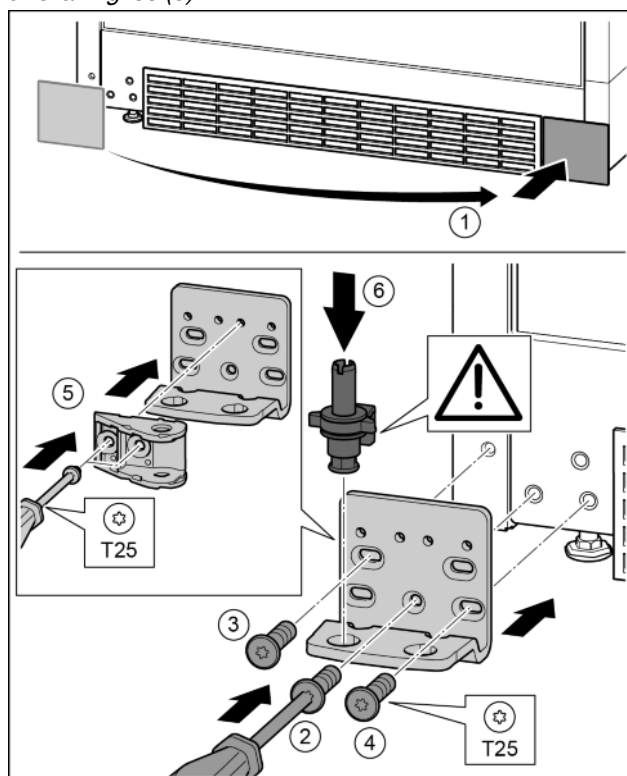

Fig. 36
- ▶ Sejměte kryt a připevněte jej na druhé straně. Fig. 36 (1)
- ▶ Nasadíte stojan ložiska na druhé straně a přišroubujte pomocí šroubováku T25. Začněte šroubem 2 dole uprostřed. Fig. 36 (2)
- ▶ Pevně utáhněte šroub 3 a 4. Fig. 36 (3, 4)
- ▶ Spojení tlumiče zavírání otočte o 180°. Šroubovákem T25 přišroubujte na druhé straně stojanu ložiska. Fig. 36 (5)
- Zcela vložte ložiskový čep. Přitom dávejte pozor, aby zajišťovací vačka směřovala dozadu. *Fig. 36 (6)*